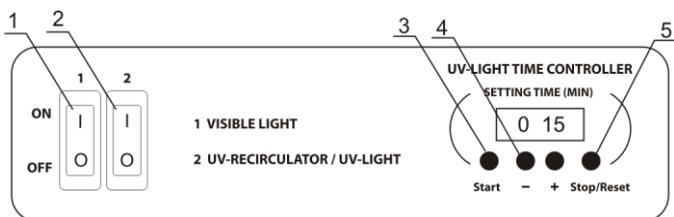

Fig.1. Pannello di controllo
- 4.2.1. Portare l'interruttore 2 in posizione **ON** (Fig.1/2). Si accenderà automaticamente il ricircolatore UV con la lampada UV nascosta e si attiverà il timer della lampada UV aperta. Il ricircolatore UV rimane in funzione finché l'interruttore 2 non viene portato in posizione OFF.
- 4.2.2. Utilizzare i tasti **+** e **-** del timer (Fig.1/4) per impostare il tempo (UV-LIGHT TIME CONTROLLER) di esposizione diretta alla luce UV della postazione di lavoro:
- 4.2.3. Premendo il tasto **Start** (Fig.1/3), la lampada UV si accenderà automaticamente e il timer inizierà a contare il tempo di esposizione. L'indicatore del timer mostra il tempo effettivo: fino a 1 ora - in minuti e secondi (mm:ss), dopo 1 ora - in ore e minuti (hh:mm).
4.2.4. Si può spegnere la lampada UV aperta premendo il tasto **Stop/Reset** (Fig.1/5). Il tempo di esposizione impostato verrà salvato in memoria. Il tempo impostato non sarà salvato dopo il completo spegnimento dell'unità.
4.3.1. Per l'illuminazione della postazione di lavoro, portare l'interruttore 1 in posizione **ON** (Fig.1/1), si accenderà la lampada a luminescenza (luce visibile).